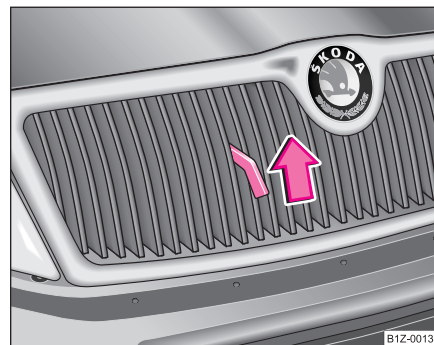

Fig. 185 Rejilla del radiador: Tirador
- Extraiga el tirador ⇒ **página 251, fig. 185**, el capó se desenganchará completamente.